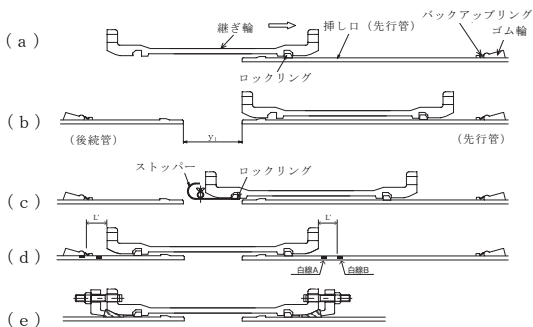
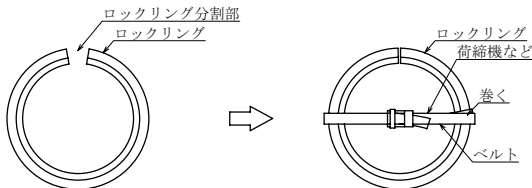

図 42 継ぎ輪の施工手順 (せめ配管の場合)
図 43 ロックリングの絞り方法 (せめ配管の場合)
(2) 先行管の挿し口にゴム輪、バックアップリングをセットする。
(3) 継ぎ輪の後続管側受口のロックリングはセットしない。
(4) 継ぎ輪の先行管側受口のロックリングを拡大し、ストッパをセットした後、継ぎ輪を先行管に預け入れ、ストッパ
- を引き抜く。(図 42 (a) 参照)。
- (5) 継ぎ輪をスライドさせる (図 42 (b))。
- (6) 後続管の挿し口にゴム輪、バックアップリングをセットする。
- (7) 後続管を据え付ける。その際、両挿し口端の間隔を表 9 の y_1 寸法になるように後続管の長さをあらかじめ調整 (切管) する (図 42 (b))。
- (8) 図 42 (c) の位置に継ぎ輪をスライドさせ、継ぎ輪の後続管側受口にロックリングをセットする。このとき、ロックリングは、荷締機などで絞ると受口内に入れ易い (図 43)。
- (9) 継ぎ輪の後続管側受口のロックリングを拡大し、ストoppをセットした後、継ぎ輪を後続管に預け入れ、ストoppを引き抜く。(図 42 (d))。
- (10) 押輪、ゴム輪、バックアップリング、ボルト・ナットを直管受口と同じ要領で接合する (図 42 (e))。